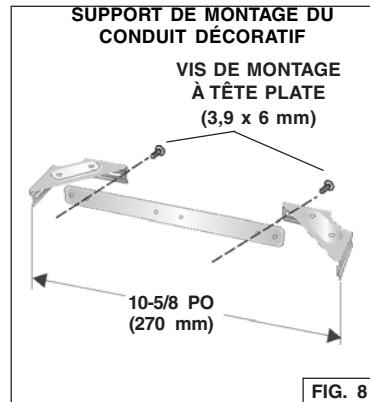

FIG. 8
1. Assembler le support de montage du conduit décoratif en réglant la largeur extérieure tel qu'il est illustré. Fig. 8.